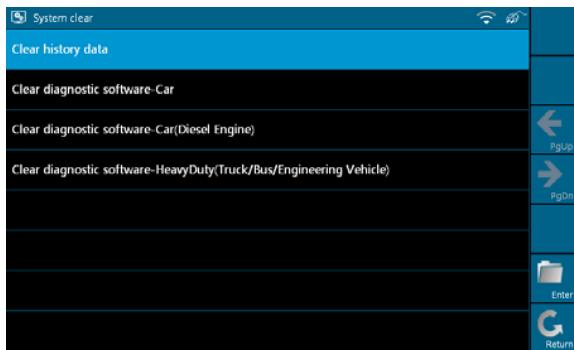
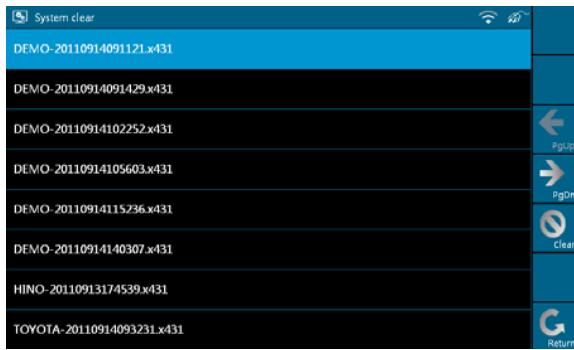

Рис. 2-24
Рис. 2-25
Нажать кнопку **[Diagnostic]** (Диагностика), чтобы войти в режим, см. рис. 2-24.
1. На рис. 2-24 выбрать [Clear history data] (Удалить перечень файлов) и нажать кнопку [Enter] (Ввод), чтобы войти в режим рис. 2-25. Выбрать пункт, который требуется удалить и нажать кнопку [Clear] (Удалить).
Нажать кнопку [OK] в диалоговом окне, которое показано на рис. 2-25, и информация в отмеченном пункте удаляется.
- На рис. 2-24 выбрать меню [Clear diagnosis software-Car] (Удалить диагностическое программное обеспечение для автомобиля) и нажать кнопку [Enter] (Ввод). Выбрать модель автомобиля, которую требуется удалить, как показано на рис. 2-27, и нажать кнопку [Fast Clean] (Быстрое удаление).